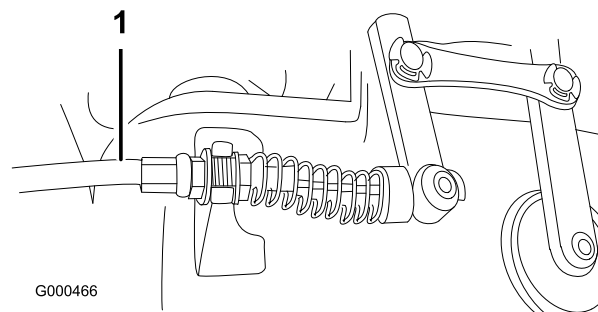

Figura 45
2. Para aumentar la tensión del cable, afloje la contratuerca delantera del cable y apriete la contratuerca trasera del cable (Figura 45) (situada encima de la caja de engranajes) hasta que la fuerza del cable del molinete añada de 3,2 a 4,5 kg adicional, medida en el pomo de control.